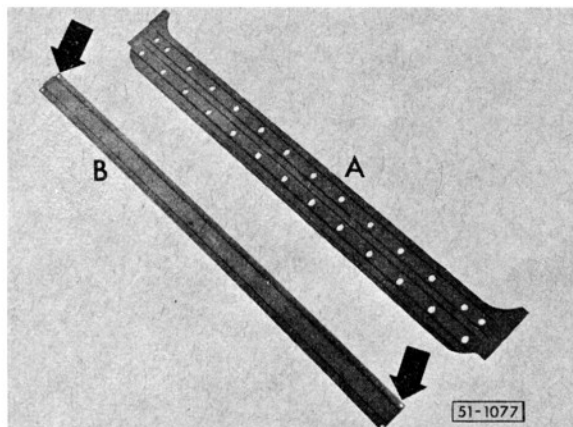

Bild 5: Dachversteifungen
3. Neuteile vorbereiten: Bild 5